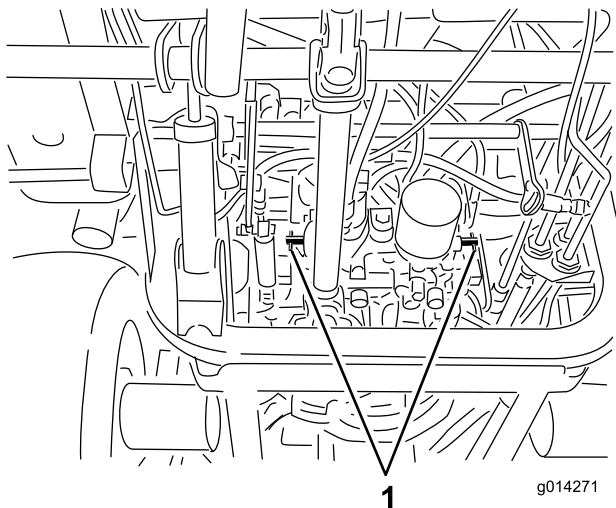

图 25
- 将各个旁通阀分别逆时针旋转 1 圈 图 25。
- 将各个旁通阀分别顺时针旋转 1 圈并用手拧紧 图 25。
- 如 图 25 所示上紧阀门扭矩至约 8N·m。